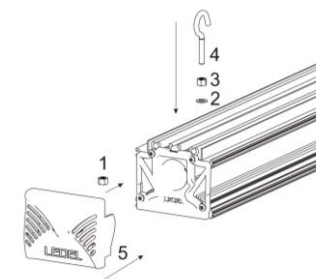

Рисунок 5 Схема монтажа подвесного крепления светильника
5.4 Для монтажа подвесного крепления выполнить следующие действия (рис.5):
5.5 Для монтажа задвижного крепления выполнить следующие действия (рис.5):